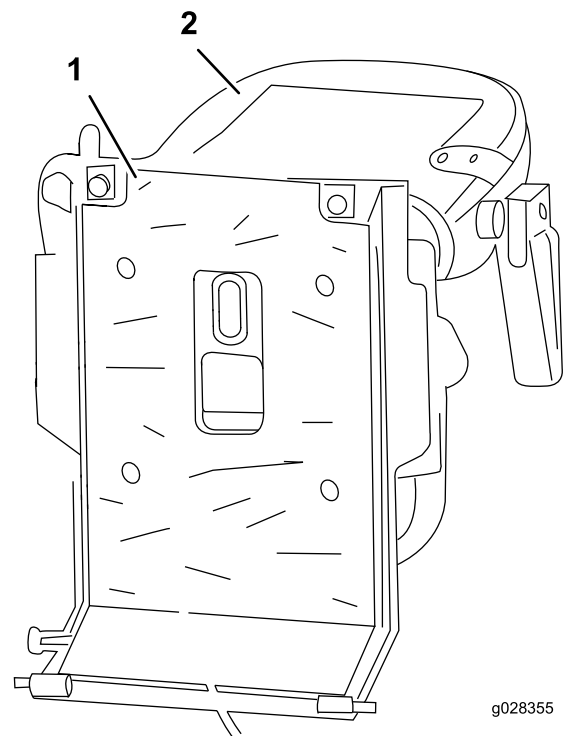

図 6
9. 防熱シールドの裏紙をはがして、シート取り付けプレートの底面にシールドを張り付ける 図 6。